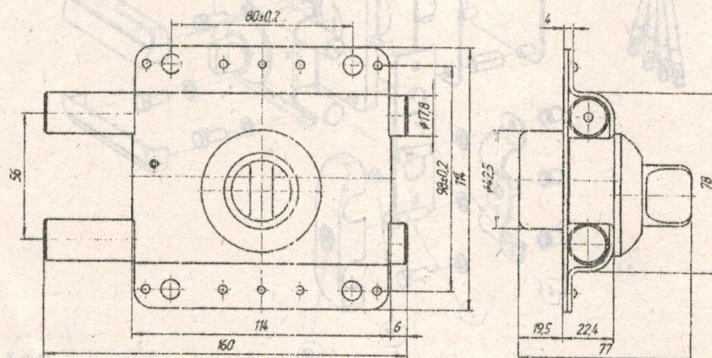

Рис. 1
- 1.3. На рис. 1 приведены габаритно-присоединительные размеры замка «Барьер – Каре» (без декоративных накладок).
В двери на расстоянии 65 мм от ее торца проводится отверстие диаметром 10 мм под ключ и четыре отверстия этого же диаметра под шпильки лицевой пластины согласно положениям крепежных отверстий замка, указанным на рис. 1.
2.3.1. Во внешнем листе двери на расстоянии 65 мм от её торца проводится отверстие диаметром 10...11 мм под ключ. На внутренней стороне двери, также на расстоянии 65 мм от её торца, соосно с отверстием во внешнем листе двери проводится отверстие диаметром 45 мм. Такие на этом листе двери согласно положениям крепежных отверстий замка, указанным на рис. 1, проводятся четыре отверстия диаметром 11 мм под выталкивающие заклепки - гайки М8.